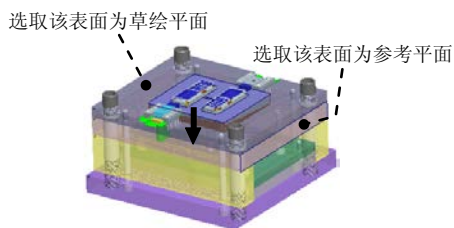

图 31.86 定义草绘平面
Step1. 创建复位杆参考点。单击 **模型** 功能选项卡 **基准** 区域中的“草绘”按钮 , 系统弹出“草绘”对话框；选择图 31.86 所示的表面为草绘平面，选择图 31.86 所示的工件侧面为参考平面，方向为 **右**，然后单击 **草绘** 按钮，至此系统进入截面草绘环境；绘制图 31.87 所示的截面草图（四个点），完成截面的绘制后，单击“草绘”操控板中的“确定”按钮 。
Step2 创建复位杆修剪面。在屏幕右下角的“智能选择栏”中选择“几何”选项。选取图 31.86 所示的草绘平面，然后单击 **模型** 功能选项卡 **操作** 区域中的“复制”按钮 。单击“粘贴”按钮 。在“曲面：复制”操控板中单击  按钮；单击 **EMX 装配** 功能选项卡 **准备** 控制区域下拉列表中的  **识别修剪面** 按钮，系统弹出“修剪面”对话框，单击对话框中的 ，系统弹出“选择”对话框，选取之前复制的曲面为复位杆修剪面；在“选择”对话框中单击 **确定** 按钮，然后单击 **关闭** 按钮。